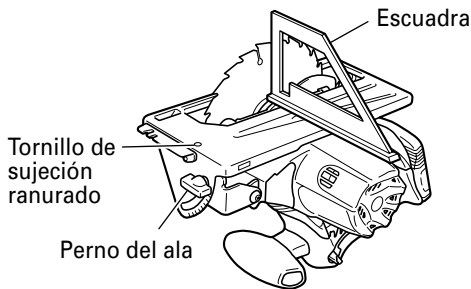

Fig. 22
- (1) Gire la base hacia arriba (Fig. 22) y afloje el perno del ala.